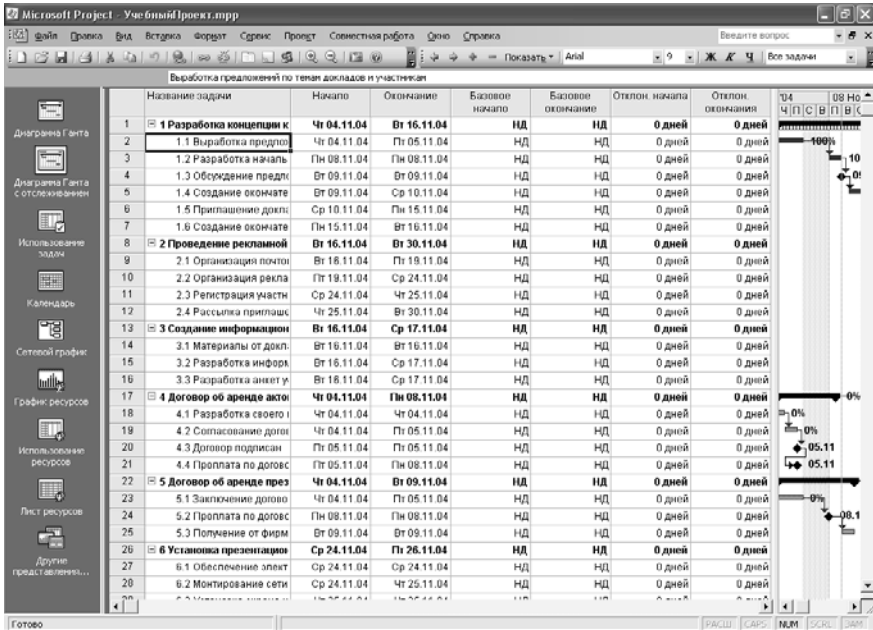

Рис. 55. Розрахунок відхилень від планових показників проекту
3. Из списка таблиц выберите команду **Відхилення**. Відстежуючи значення в полях таблиці **Відхилення**, Ви можете виявити завдання, які виконуються із запізненням від розкладу (рис. 55).